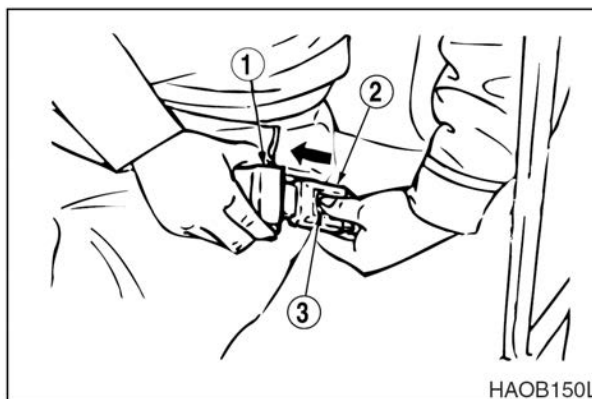

Рис. 104
Чтобы отстегнуть ремень, нажать кнопку (3, рис. 104), расположенную в центре пряжки (2) и извлечь ремень (1).